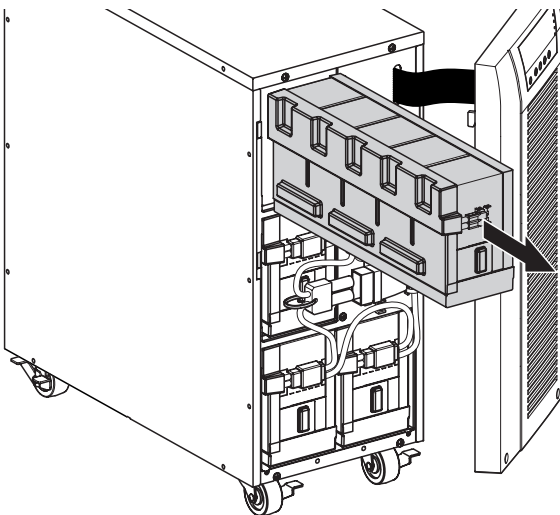

Abbildung 30. Freisetzen des Batterietrogs.
4. Entfernen Sie das Metallbefestigungselement, um den Batterietrog freizusetzen (Siehe Abbildung 30).